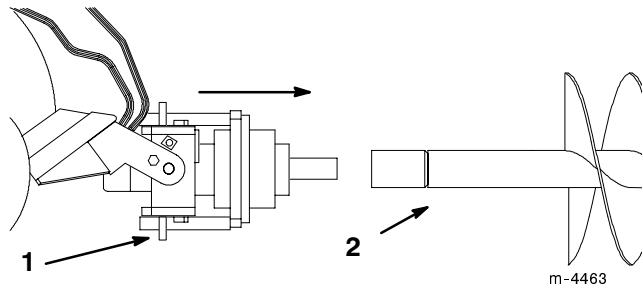

**Figure 6**
7. Si l'on utilise la tarière avec une rallonge, insérer le bout de la rallonge dans l'extrémité de la tarière, et fixer l'ensemble à l'aide du boulon de 11,5 cm (7/8"-9 x 4-1/2") et de l'écrou 7/8"-11 (Fig. 6).